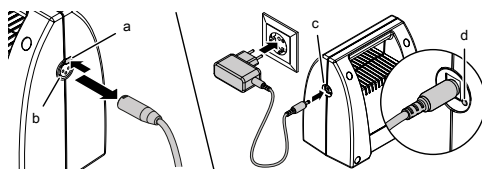

Fig. 9: Cargar el paquete de baterías
■ ¡Si va a realizar trabajos en el accionamiento, desconecte siempre primero el conector del accionamiento a la batería! (véase también el capítulo 7.2, fig. 9)
Error de autodiagnóstico. La puerta de garaje no se abre o no se cierra.	Desconecte el conector de accionamiento al paquete de baterías (véase el capítulo 7.2, fig. 9) y vuelva a enchufarlo tras unos 10 segundos.